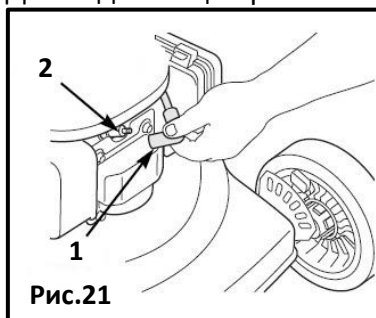

Рис.21
Обслуживание свечи зажигания (Рис.21,21а,21b).
Рис.21а
- Отсоедините колпачок свечи зажигания (1) и удалите загрязнения вокруг области свечи зажигания (2) (Рис.21).
- Снимите свечу зажигания (2) с помощью свечного ключа (3) (рис.21а).